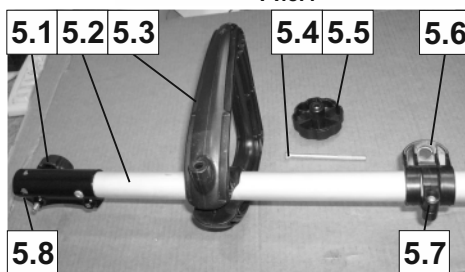

Рис.5
2. Вставьте переднюю ручку **5.3** (см. рис.5) в верхнюю штангу **5.2**, вставьте в ручку снизу (см. рис.5) болт **5.4** и рукой надежно закрутите гайку **5.5**.
1. Положите верхнюю штангу **5** (см. рис.1) с двигателем на ровную горизонтальную поверхность так, как показано на рис.5. Немного вывинтите фигурный винт **5.1** стыковочного узла.
вращая ее по часовой стрелке и против часовой стрелки для состыковки гибких валов. В результате, подпружиненный фиксатор нижней штанги должен попасть в отверстие **5.8** (см. рис.5) стыковочного узла.
В триммере предусмотрена возможность регулирования положения передней ручки **5.3** (см. рис.5) и кольца **5.6** плечевого ремня на верхней штанге. Регулировку положения передней ручки производится после ослабления затяжки фигурной гайки **5.5** передней ручки. Регулировку положения кольца плечевого ремня производится после ослабления затяжки болта **5.7** держателя кольца. Регулировку рекомендуется производить на полностью собранном триммере одновременно с регулировкой длины плечевого ремня **15** (см. рис.1). При регулировании следует добиваться, чтобы плоскость реза была расположена приблизительно параллельно поверхности земли (пола) и выше поверхности на 5 – 10см, а передней ручкой (левой рукой) было удобно управлять триммером направо, налево, вверх и вниз. Кроме того, вес триммера как можно больше должен быть перенесен на плечо, но при этом правой рукой можно было свободно удерживать клавишу выключателя **14**.